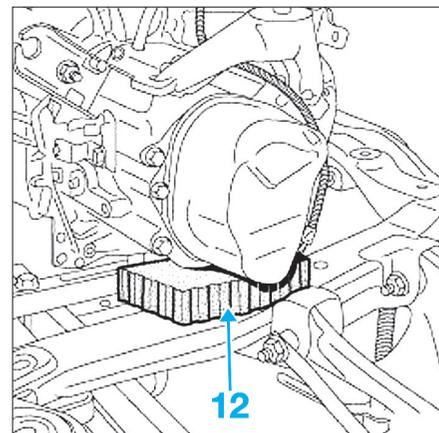

Fig. 63
- Mettre en place une cale (12) en caoutchouc sous la boîte de vitesses (Fig.63).